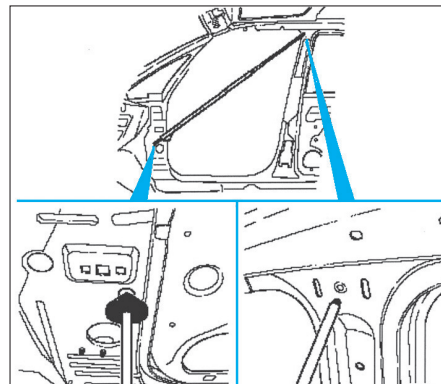

FIG. 46
- Diagonale avant (supérieure) : 1297 mm (Fig.46).